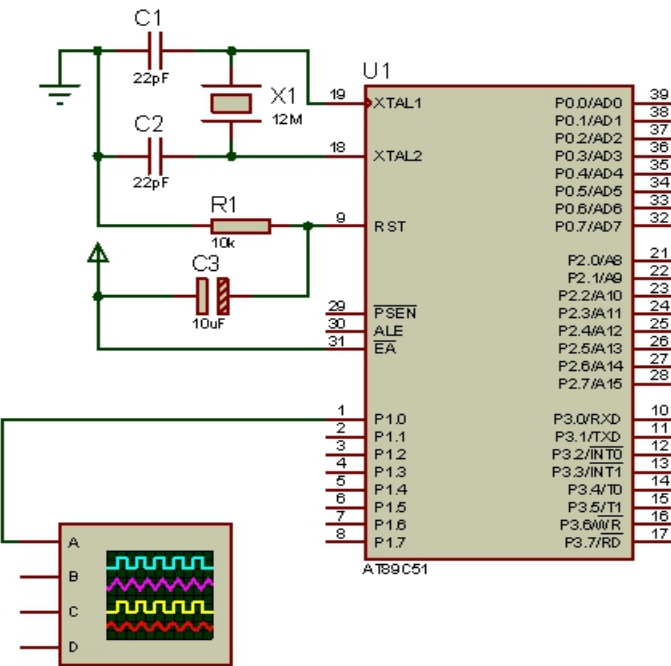

图 1 电路原理图
编写程序：单片机控制定时器和数码管实现 1~99 秒倒计时。如图 1 所示，其中，K1 键是模式选择键，按一次为设置倒计时时间模式，按第二次为启动倒计时模式；K2 键和 K3 键分别用来调整秒值的个位和十位；使用定时器实现 1 秒定时，每隔一秒，数值减 1；使用两位数码管显示倒计时秒值。
1.如图 1 所示的电路图中，设单片机的晶振频率 $F=12\text{Mhz}$ ，使用 T0 定时 100ms，在 P1.0 引脚上产生周期为 200ms 的方波信号，并通过示波器观察 P1.0 口输出的波形。要求：（1）在 Proteus 软件中画出仿真图；（2）画出程序流程图；（3）写出程序代码。